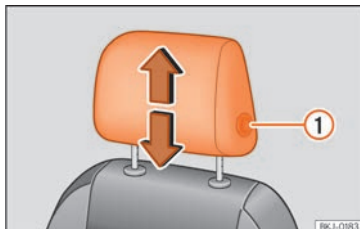
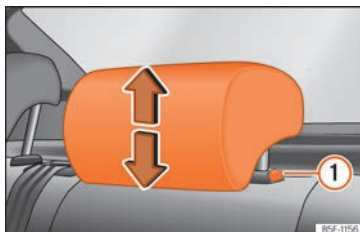

Abb. 120 Vordersitz: Kopfstützeinstellung.
Abb. 121 Kopfstützen hinten: Kopfstützeinstellung.
- Schieben Sie die Kopfstützen in die entsprechende Pfeilrichtung nach unten oder oben. Um die vorderen Kopfstützen nach oben oder nach unten zu schieben, muss die Taste » Abb. 120 ① gedrückt werden; bei den hinteren Kopfstützen muss die Taste » Abb. 121 ① nur zum Absenken gedrückt werden » ⚠ in Einleitung zum Thema auf Seite 134.
- Seitliche Taste drücken » Abb. 120 ① und Kopfstütze herausziehen.